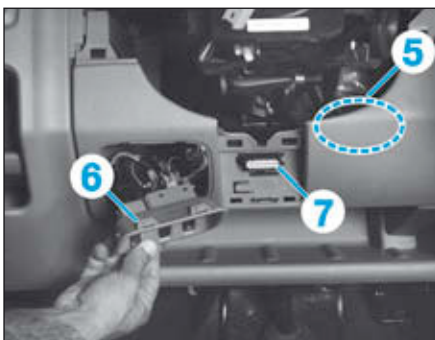

FIG.13
- Déposer les vis de fixation (3) des coquilles supérieure et inférieure.
- Déposer les coquilles en agissant sur les clips (4) et sur la position de la colonne de direction.
- Débrancher (Fig.13) :